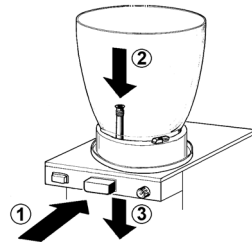

Bild 3
3 Drücken Sie die Hahtaste (1) und setzen Sie (2) das Gummitel in seinen Sitz am Boden der Verdampfvorrichtung ein. Ziehen (3) Sie den Gummihahnaufsatz leicht nach unten bis er ordnungsgemäß sitzt (siehe Abbildung 3).